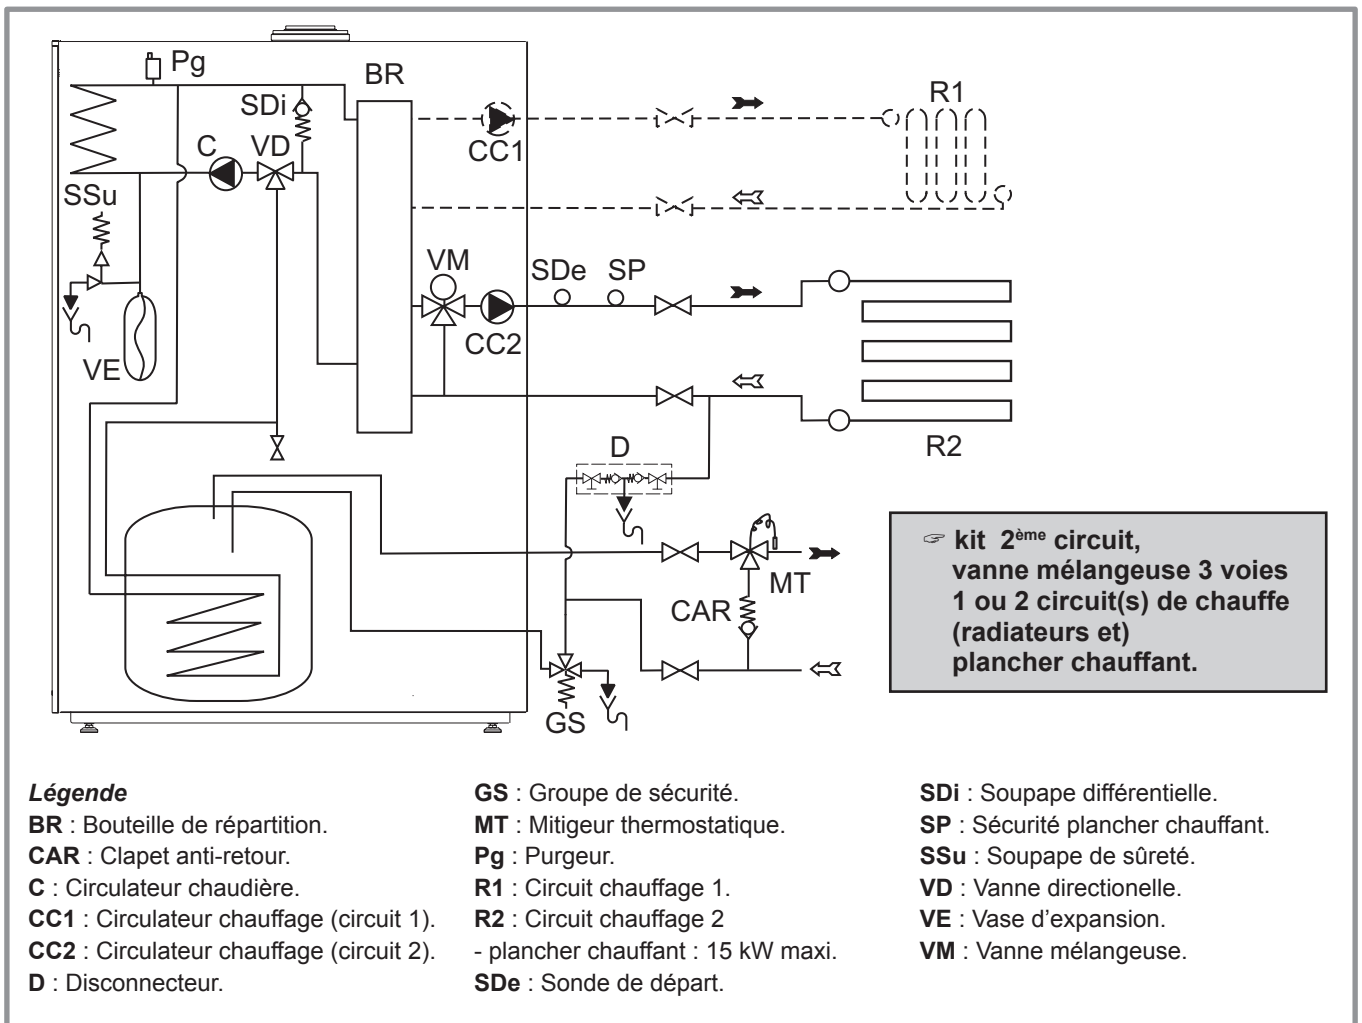

Figure 18 - Schéma hydraulique de principe, 1 ou 2 circuits (kit 2^{ème} circuit)
- Se référer à la notice fournie avec le kit hydraulique 2^{ème} circuit **Vanne 3 voies** (074 715) (voir Figure 18).